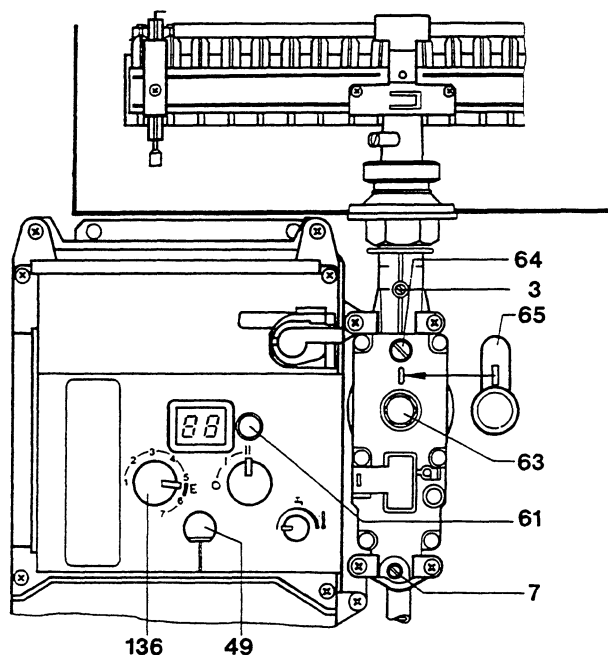

Fig. 26: Gruppo gas CE 426 per gas metano e gas liquido
1. Asportare la copertura piombata 65, fig. 26 e 27, per poter accedere alle viti di regolazione gas.